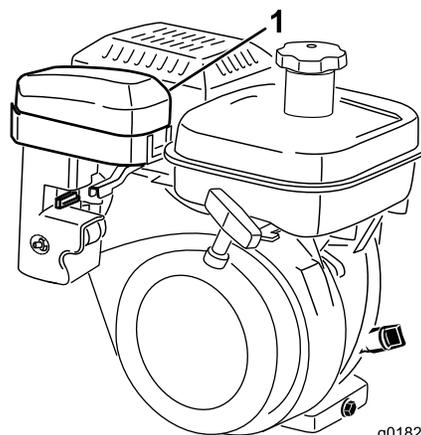
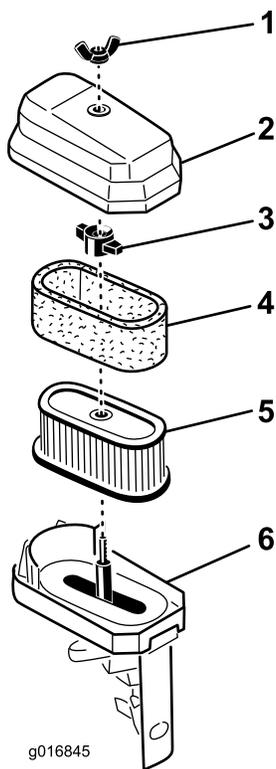

Figura 36
Figura 37
2. Retire a porca que fixa a parte superior do filtro de ar ao filtro de ar e retire a cobertura. Limpe bem a cobertura (Figura 36 e Figura 37).
3. Se o elemento de esponja se encontrar sujo, deverá retirá-lo do elemento de papel (Figura 37). Limpe bem a esponja.